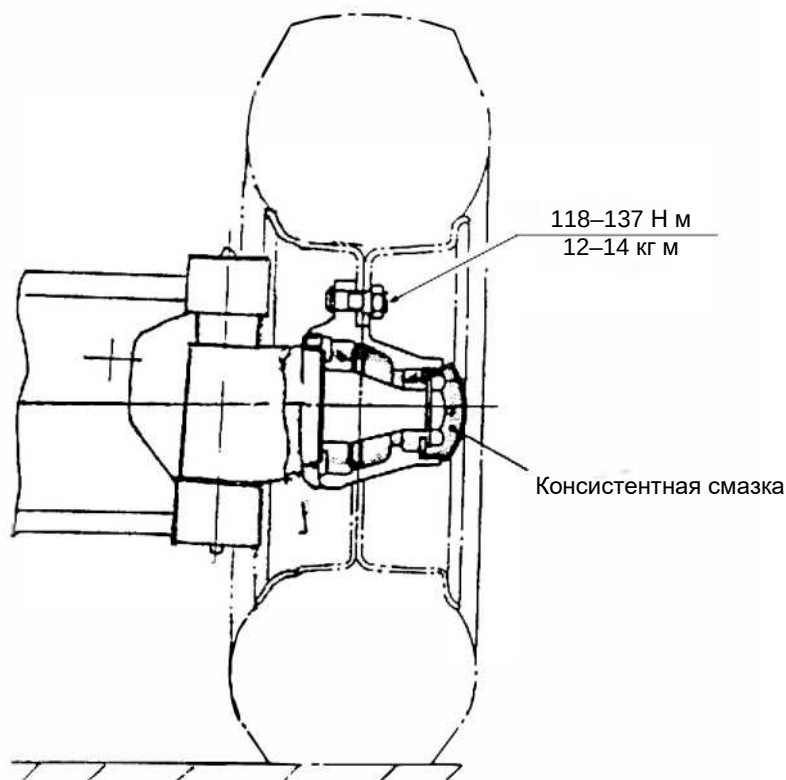

Рис. 7-2. Регулировка предварительной нагрузки
(1) Добавьте консистентную смазку в ступицу колеса, во внутренний и внешний подшипник и во внутреннюю полость колпачка ступицы (как показано на рис. 7-2). Одновременно нанесите немного смазки на кромку сальника.
(2) Закрепите наружное кольцо подшипника на ступице колеса и установите ступицу колеса на вал поворотного кулака.
(3) Установите плоскую шайбу и затяните шлицевую гайку. Момент затяжки составляет 206–235 Н м (21–24 кг м). Ослабьте шлицевую гайку, затем снова затяните ее. Момент затяжки составляет 9,8 Н м (1 кг м).
(4) Слегка постучите по ступице деревянным молотком и поверните ее 3–4 раза, чтобы убедиться, что ступица не ослаблена.
(5) Затяните шлицевую гайку так, чтобы паз совпал с отверстием под шплинт на поворотном кулаке.
(6) Еще раз аккуратно постучите по ступице деревянным молотком, поверните ступицу 3–4 раза, чтобы обеспечить плавное вращение. Определите крутящий момент ступицы, его значение составляет 2,94–7,8 Н м (0,3–0,8 кг м).
(7) Когда крутящий момент выше указанного значения, нужно повернуть обратно на 1/6 оборота, а затем снова измерить крутящий момент.
(8) При достижении указанного крутящего момента зафиксируйте шлицевую гайку шплинтом.